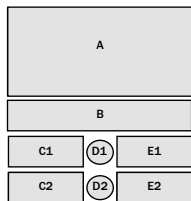

Abbildung 7: Displaybereiche
- Zur Montage setzen Sie den PAC50 mit der unteren Befestigungsführung an die Hutschiene an (siehe Abbildung 7 ①), und kippen Sie den PAC50 nach oben, bis er einrastet (siehe Abbildung 7 ② und ③).